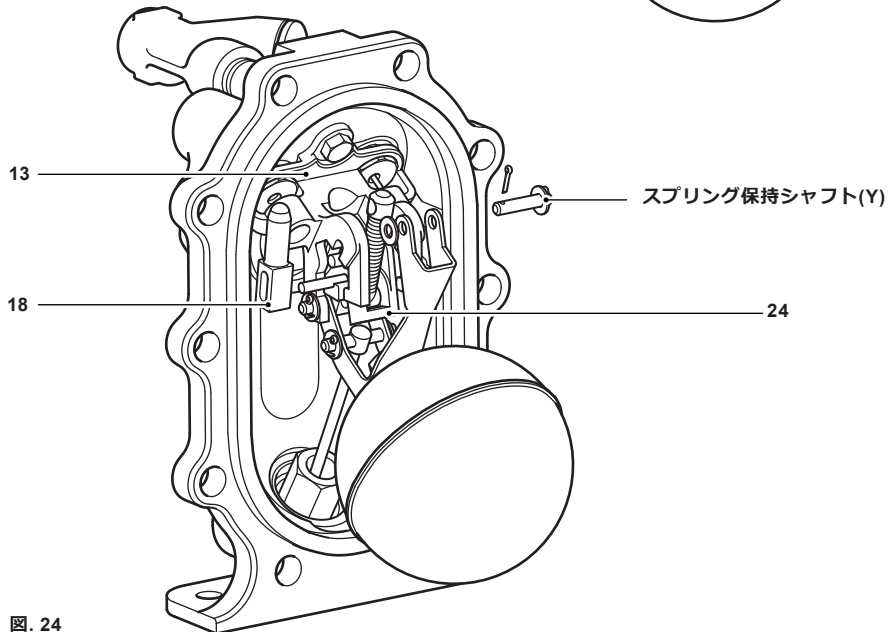

図. 24
15. 排気弁（部品番号18）を取り外すには、上部スプリングのピボットポイントから割ピン、ワッシャー、スプリング保持シャフト（Y）を抜いてください。（図24を参照）